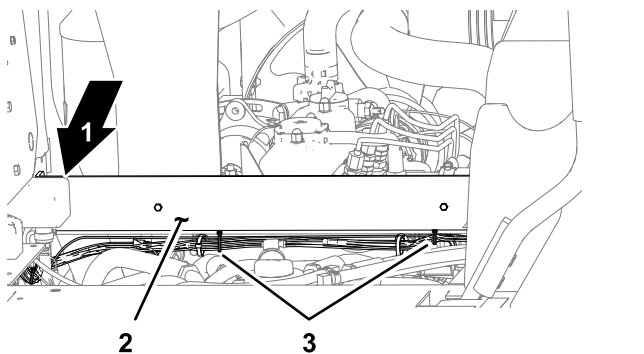

図 18
2. クロスチャネル部材の下で、電源ハーネスを車両のワイヤハーネスに固定するケーブルタイ2本を使って図 18 のように固定する。